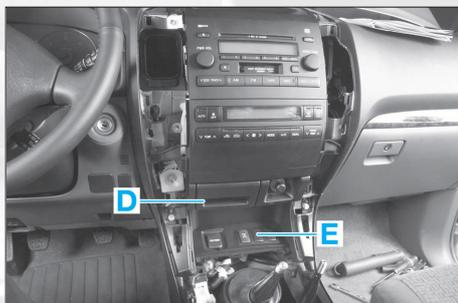

FIG. 15
- Déclipser les deux habillages de panneau supérieur de console (A) maintenu par 3 agrafes côté gauche et 4 agrafes côté droit.
- Déclipser le panneau supérieur de console (B) maintenu par 11 agrafes et le déposer après avoir ouvert la fermeture éclair du soufflet de frein à main et débrancher les connecteurs s'il y en a (selon les options).
- Déclipser le sous-ensemble gauche et droit d'habillage de tableau de bord (C) maintenu par 7 agrafes en commençant par le haut et les déposer après avoir débranché les connecteurs.
- Déclipser l'habillage avant du panneau supérieur de console (D) maintenu par les 5 agrafes situées autour du cendrier et de l'allume-cigare (fig. 15).